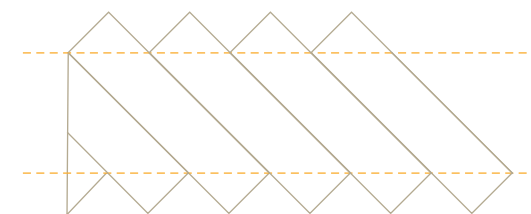

Abb. 13: Erste Reihe, mit Hilfslinien und Passstücken.
2. Die erste Reihe wird mit Dinesens empfohlenem Klebesystem in einem Winkel von 45° zur Mittellinie verklebt. Drücken Sie die Dielen immer fest gegeneinander, es sei denn, die Dielen werden mit einem Abstand von 2 mm zueinander montiert. In diesem Fall werden vorläufige Abstandskeile verwendet. Passstücke zur Wand laufend festkleben. Siehe Abb. 13.